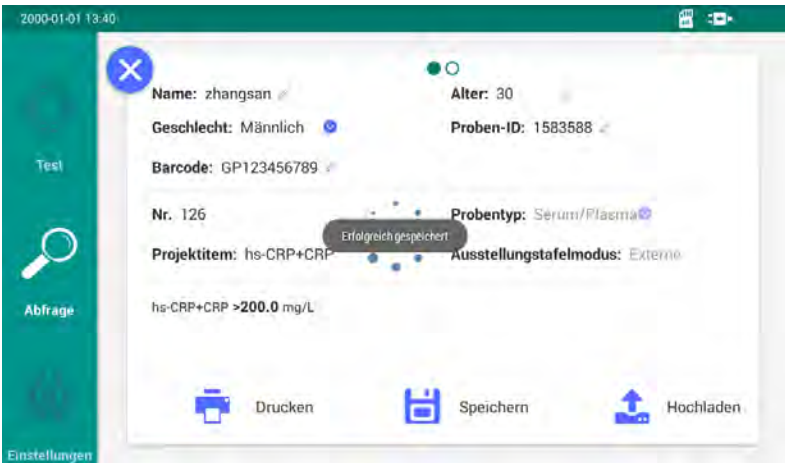

Abbildung 7.7 Ergebnisanzeige der Funktionstastenbedienung
- Klicken Sie auf „Speichern“, um die in die Benutzeroberfläche eingegebenen Informationen zu speichern. Nach erfolgreichem Speichern wird eine Meldung angezeigt, wie in Abbildung 7.7 gezeigt;